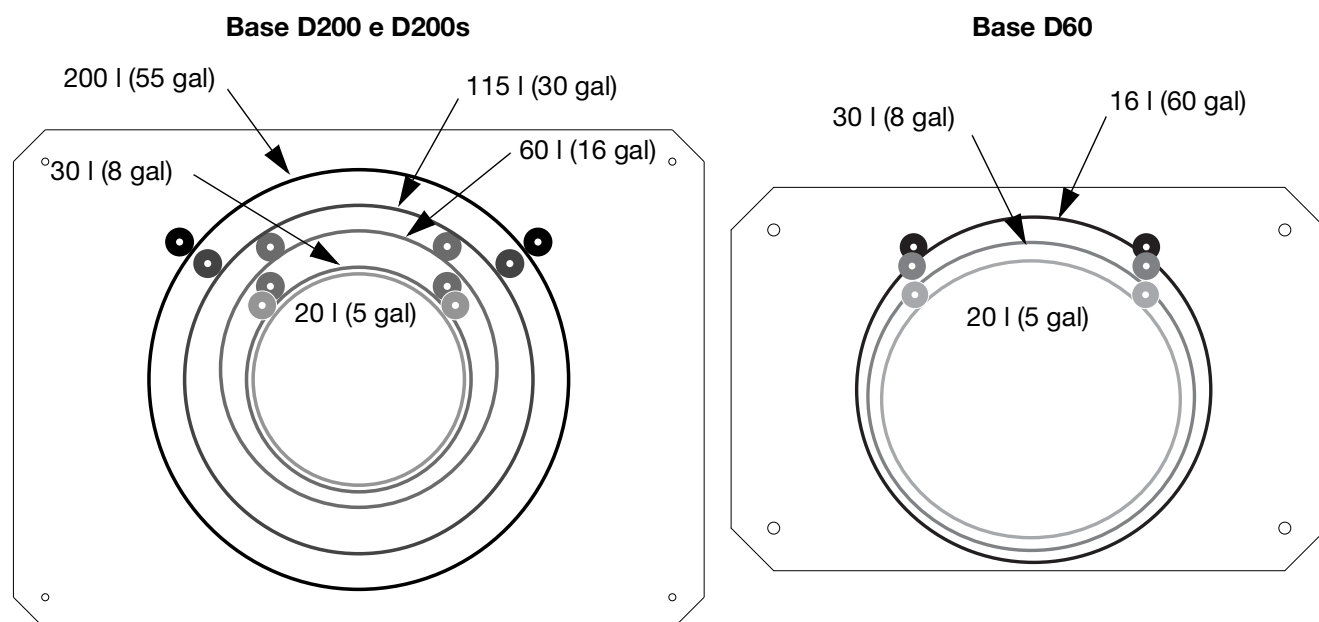

FIG. 19: Base del pistone
1. Individuare la serie corretta di fori di montaggio sulla base del gruppo pistone. Vedere FIG. 19.